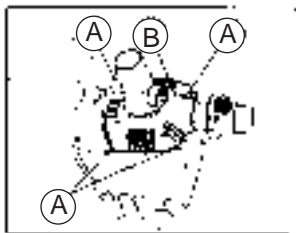

Figura 1
Utilizar un destornillador Philips (cabeza en cruz) para desmontar los 4 tornillos (A) que sujetan la cubierta del motor (B) (Figura 1).